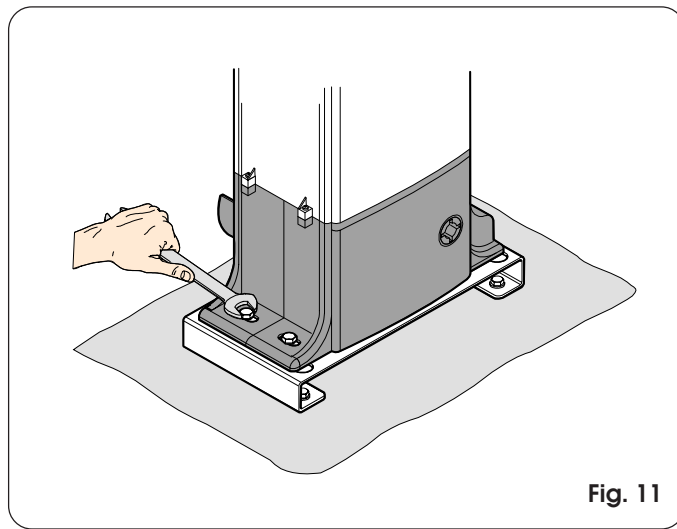

Fig. 11
- Fissare provvisoriamente l'operatore impuntando le viti come da Fig. 11.